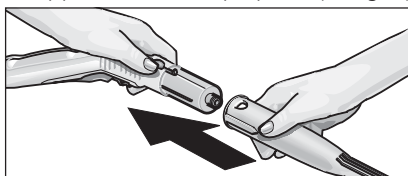

Fig. 2: Sette tilbehøret inn på damp pistolen
- Koble ønsket tilbehør (D1,E1,F1) til damp pistolen (C1). Sett den rørformede enden på tilbehørsdelen på damp pistolen (C1). Skyv deretter tilbehørsdelen inn på damp pistolen til åpneknappen (C2) på damp pistolen klikker på plass (se fig. 2).